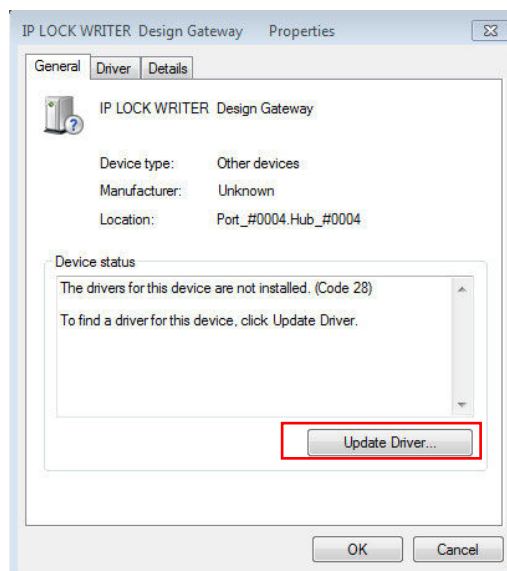

図 16 ドライバの更新
- IP Lock ライタを PC と USB 接続します。デバイスドライバをインストールするために、「Windows スタートボタン」→「コンピュータ(右クリック)」→「管理」→「デバイスマネージャー」を開くと、図 16 のように「ほかのデバイス」に、「IP LOCK WRITER Design Gateway」が検出されます。
- 「IP LOCK WRITER Design Gateway」をダブルクリックすると図 16 のようにプロパティが現れるので、「ドライバの更新」をクリックします。